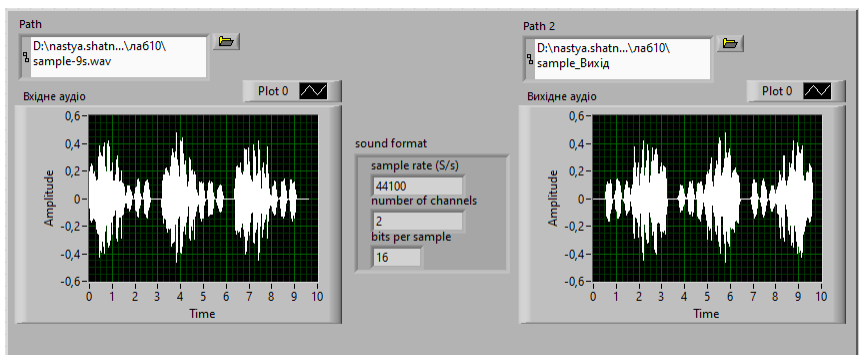

Рис.10.5. Графічна панель
15. Додати Build Array. Зробити копію path в FP та назвати її «Вихідний файл» у вікні назви задати іншу назву як це вже виконувалось на лабораторній роботі по обробці зображень. Щоб файл зберігся натиснути по створеному блоці ПКЛ – browse options та поставити галочку біля New or existing та перевірити чи збереглись перетворене аудіо. Кінцева схема зображена на рис.10.5 та Додаток 1 Приклад K1.